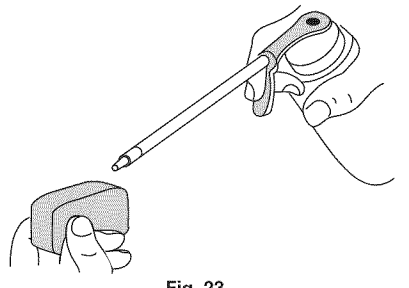

Fig. 23
- Aplique suficiente aceite limpio de motor SAE 30 para recubrir ligeramente el filtro (Fig. 23).
- Cierre la tapa del filtro de aire haciéndola girar hacia la izquierda y luego haciendo presión sobre la lengüeta de cierre hacia abajo hasta que caiga en su lugar (Fig. 23).